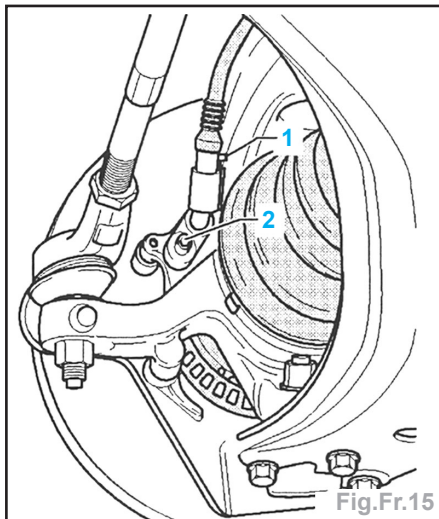

Fig.Fr.15
- Déconnecter le connecteur (1) du câble de capteur de vitesse et du capteur de vitesse (Fig.Fr.15).